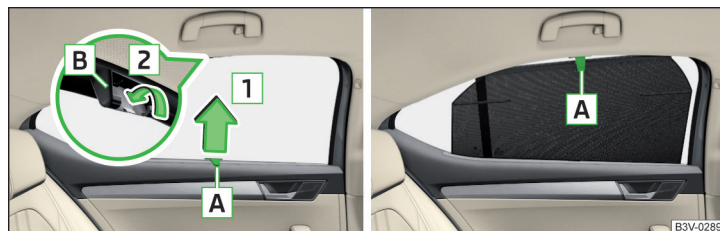

Fig. 62 Cortinilla antisolar enrollable en la puerta trasera
- Para **tapar**, sacar la cortinilla en el mango **A** en el sentido de la flecha **1** y colgarla en el soporte **B** en el borde superior de la puerta en el sentido de la flecha **2** » fig. 62.
- Para **visualizar**, agarrar la cortinilla en el mango **A** y retirarla del soporte **B** contra el sentido de la flecha **2** » fig. 62. Sostener la cortinilla de la manera que puede enrollarse lentamente y sin daño.